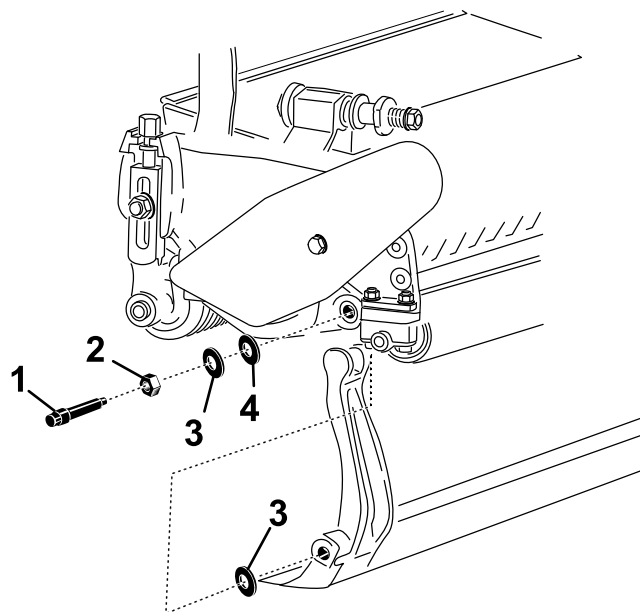

Рисунок 22
Не забудьте снять две нейлоновые и одну стальную шайбы с каждой стороны неподвижного ножа (Рисунок 22).
3. Установите нейлоновую шайбу с каждой стороны выступа боковой пластины. Установите стальную шайбу с наружной стороны каждой из нейлоновых шайб (Рисунок 22).